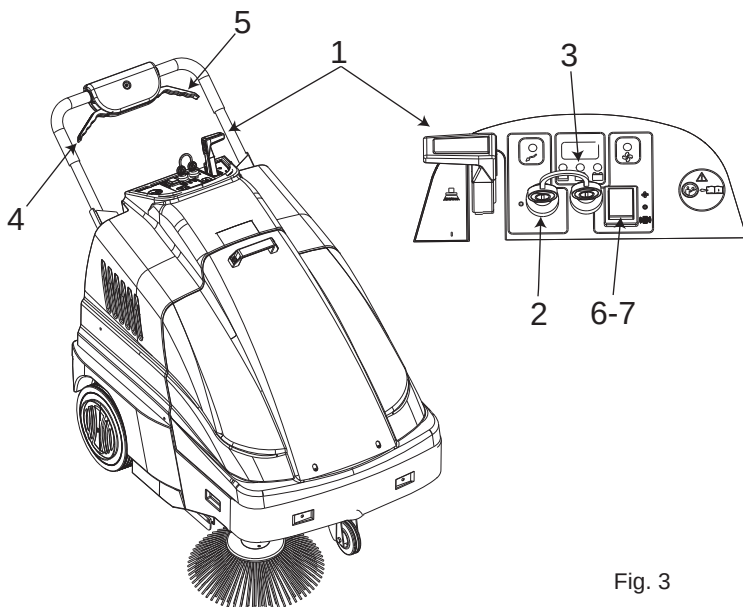

Fig. 3
- Ställ borstens lyftspak (pos. 1 fig. 3) i läge "0".
- Kontrollera att sidoborsten pos. 1 fig 3 står i läget "0".
- Ställ nyckelbrytaren pos. 2 fig. 3 i läget "I".
- Efter att du vridit om nyckeln, vänta cirka 10" innan maskinen sätts i rörelse. Kontrollera med hjälp av kontrollampan pos. 3 Fig. 3 att batteriet är fulladdat innan du börjar arbetet. Om detta inte är fallet, ladda upp batteriet.
- Sätt på suganordningen genom att ställa brytaren pos. 7 fig. 3 i läget "I".
Släck suganordningen genom att ställa brytaren pos. 7 fig. 3 i läge "0" när maskinen används i transportläge.
- Dra dragspaken pos. 4 fig. 3 och börja rengöringen. Aktivera spaken pos. 1 fig. 3 genom att ställa den i läge "I" för att koppla sidoborsten. Efter avslutat arbete, ställ sidoborsten i läget "0" och stäng av maskinen och dra ur nycklarna från instrumentbrädan.
Batterilivet beror på det löpande underhållet och på urladdningsnivån. Låt inte batteriladdningen gå ner för mycket under gränsen som anges med indikatorerna i pos.3 Fig.3. När maximal urladdningsnivå har uppnåtts stannar maskinen upp och ska laddas innan den kan användas igen.